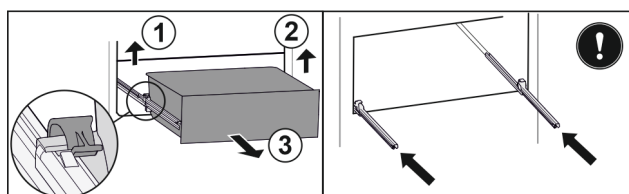

Fig. 48
- ▶ Soulever la bride gauche et tirer dans le même temps la partie gauche du tiroir vers l'avant. Fig. 48 (1)
- ▶ Soulever la bride droite et tirer dans le même temps la partie droite du tiroir vers l'avant. Fig. 48 (2)
- ▶ Retirer le tiroir par l'avant. Fig. 48 (3)